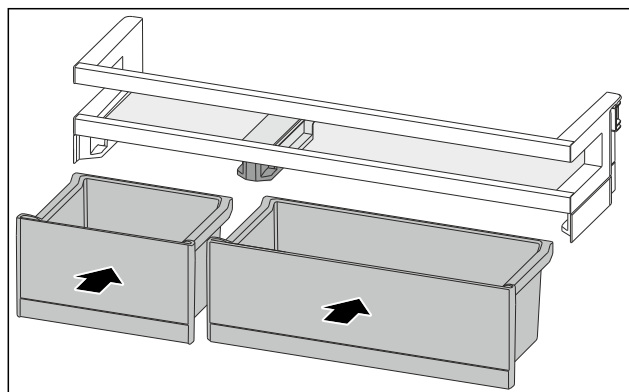

Fig. 98
- ▶ 排列互换后装入 VarioBox。（参见 Fig. 98）